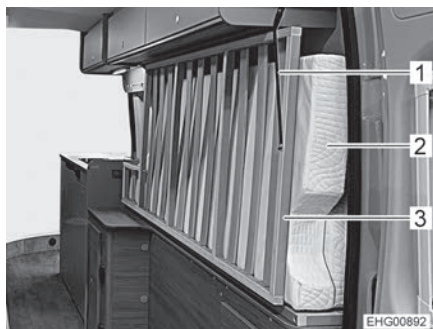

Fig. 69 Cama derecha en posición de transporte
- Plegar longitudinalmente el colchón (Fig. 69,2) de la cama derecha (visto en la dirección de marcha) y empujarlo completamente hacia fuera de pie sobre su borde (véase Fig. 69).
- Plegar el somier (Fig. 69,3) de la cama derecha hacia arriba.
- Retener el extremo trasero del somier con la cinta de sujeción (Fig. 69,1).